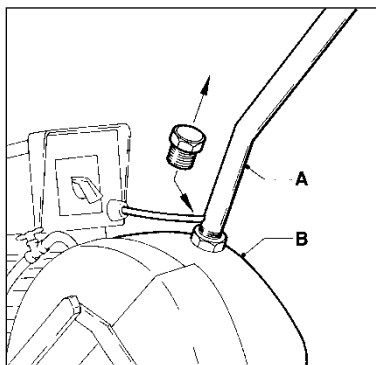

Fig. 4.01
- Controleer op het peilglas van de zaagkop of er voldoende olie in zit. Vul eventueel bij (fig. 4.01, zie pijl).